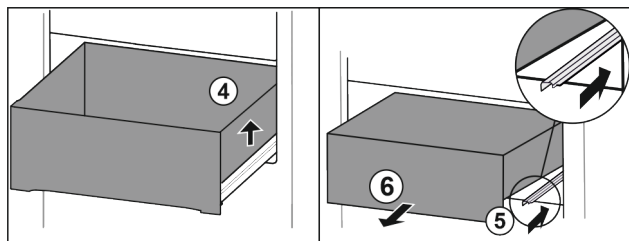

Fig. 14\*
- ▶ Підняти висувний ящик праворуч Fig. 14 (4).\*
- ▶ Вставити праву рейку Fig. 14 (5).\*
- ▶ Вийняти висувний ящик рухом вперед Fig. 14 (6).\*